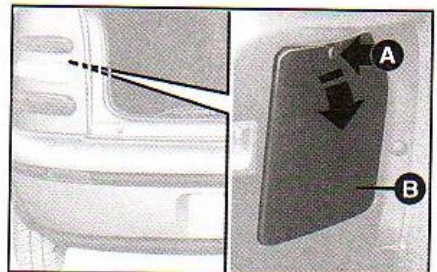

fig. 30
1) Por dentro do porta-malas, soltar o parafuso de fixação **A**-fig. 30 e retirar o reparo **B**-fig. 30.